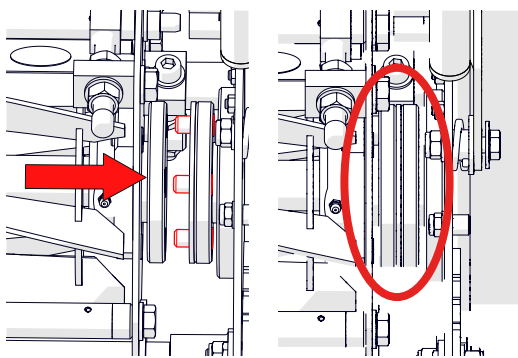

Fig. 11E - Baixe a nova cassete e faça-a deslizar até entrar em contacto com os três pinos.
7. Faça deslizar a cassete para o lado esquerdo da máquina, até haver contacto com os três pinos no acoplamento da transmissão (Fig. 11E). O cilindro pode requerer uma ligeira rotação manual para ficar alinhado com os pinos.